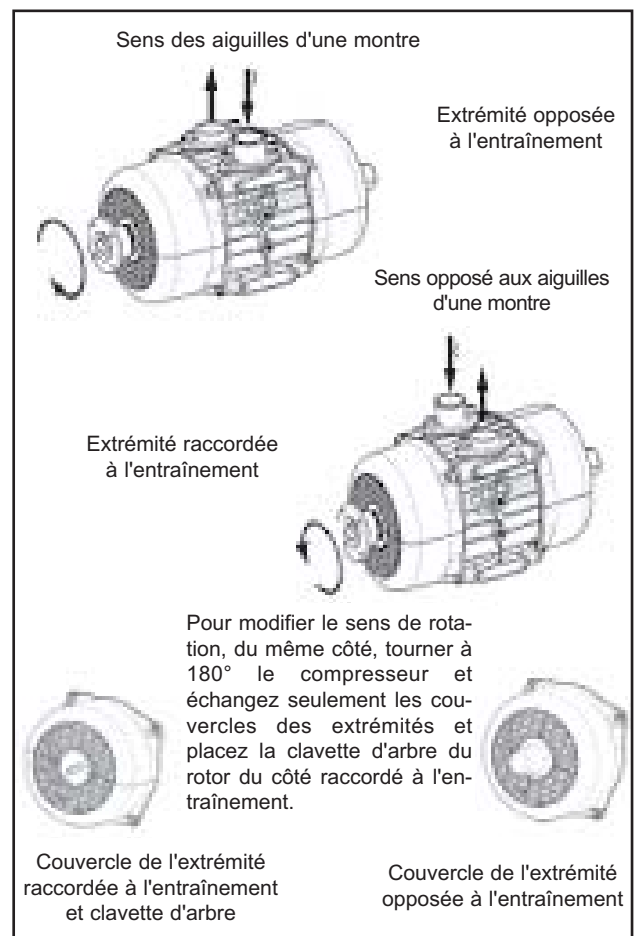

Figure 2
2. L'entraînement peut être raccordé à un côté ou l'autre du compresseur mais l'arbre d'entraînement DOIT toujours être horizontal à $\pm 5^\circ$ près ; voir la figure 2.